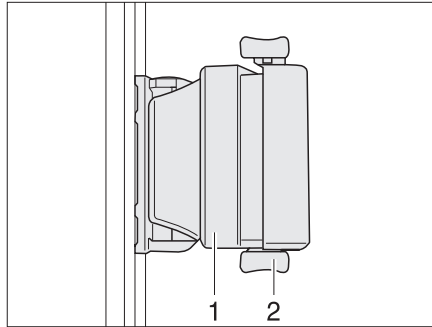

Bild 44 Schiebefenster mit Druckverriegelung
- Verriegelung (Bild 44,2) nach oben drücken.
- Griff (Bild 44,1) drücken und gleichzeitig nach vorn oder hinten schieben.